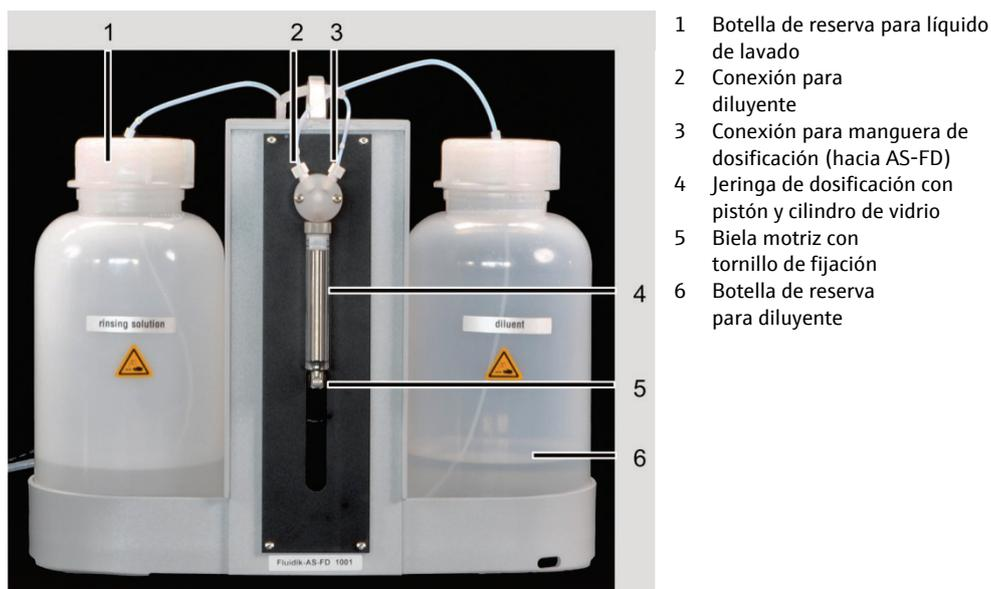

Fig. 46 Dosificador en el módulo de fluidica del AS-FD
3. Sumergir la manguera corta (marca "3" en la manguera) en la botella de provisión para diluyente. Atornillar la segunda terminación de la manguera a la válvula (2 en Fig. 46 pág. 75).
4. Atornillar la manguera de dosificación para diluyente (revestida, marca "1") a la segunda conexión de la válvula (3 en Fig. 46).